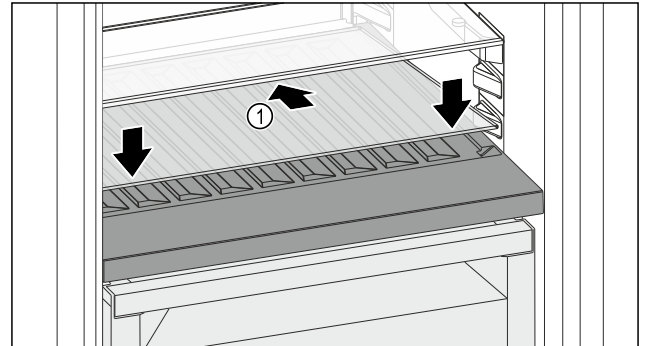

Fig. 179
- ▶ Glasplatte Fig. 179 (1) schräg und nach hinten unten geneigt ansetzen.
- ▶ Glasplatte Fig. 179 (1) vorne absenken.